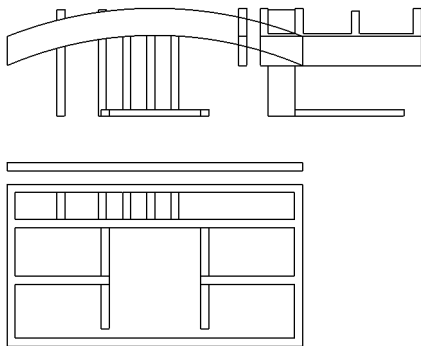

图 12-1 打开工程图文件
(1) 单击常用工具栏中的【打开】按钮，打开一幅工程图文件，如图 12-1 所示。